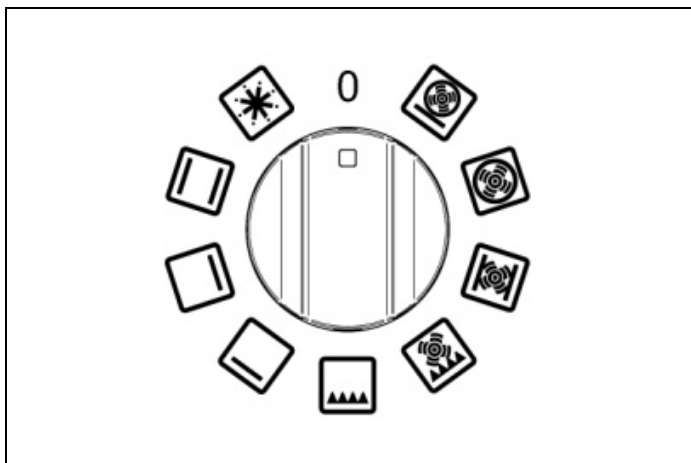
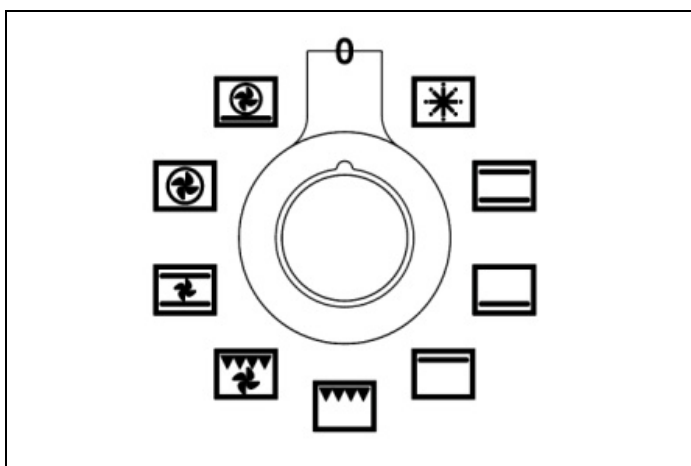

Fig. 25
Fig. 26
- 1) Vrid funktionsvredet (Fig. 25 -Fig. 26 ochFig. 27) medurs för att välja önskad funktion.